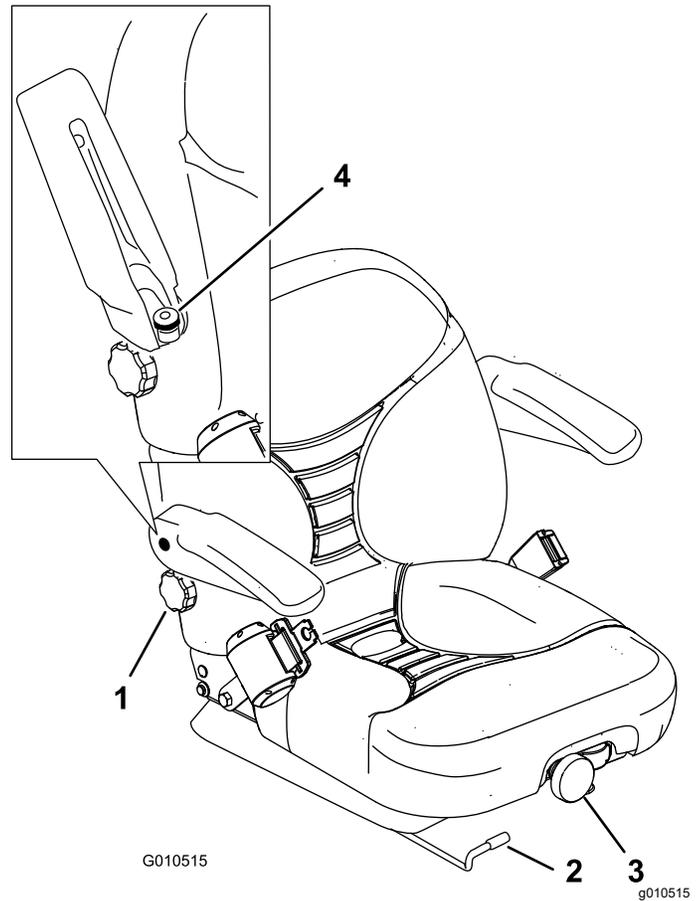

図 32
1. 調整は、レバーを横に動かしてシートのロックを解除して行う **図 32**。
調整は、前部についているノブを回して最も乗り心地が良い位置にセットします **図 32**。
調整は、右側背レストの下にあるノブを回して最も乗り心地が良い位置にセットします **図 32**。
調整は、アームレストを上げ、ノブを回して行います **図 32**。